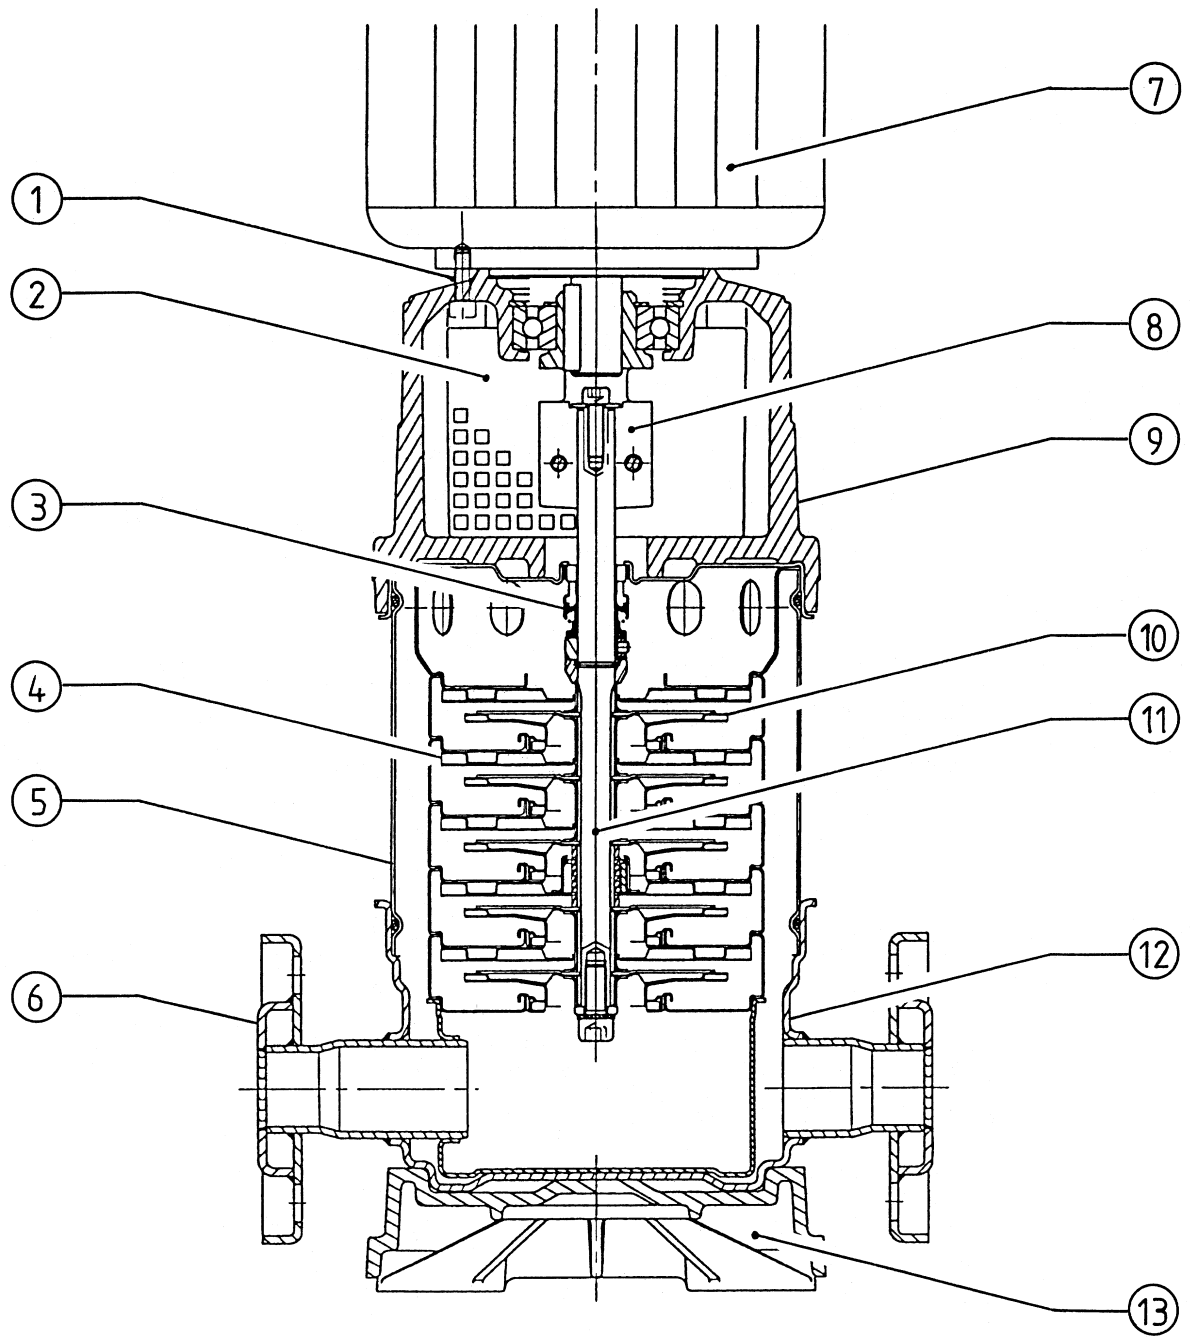

Fig. 1
Pumpen (Fig. 1) står på en fodplade af gråt støbejern, der fungerer som sokkel (13).